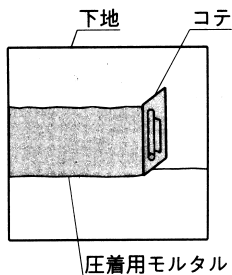
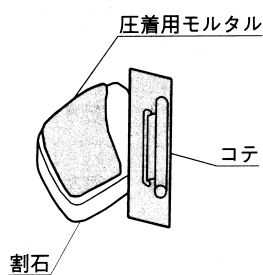

図3
図4
- ① 圧着モルタル：清水を5kg：1ℓの割合で練り混ぜてください。
- ② 割石の張付けは、改良圧着張り工法で施工してください。圧着モルタルを下地に押さえつけるように、こて圧をかけてしごき塗りを行ない、2度塗りで約4mm厚に塗り付けてください。(図3参照) また、割石の張付け面にも圧着モルタルを約3mm厚に塗布してください。(図4参照)